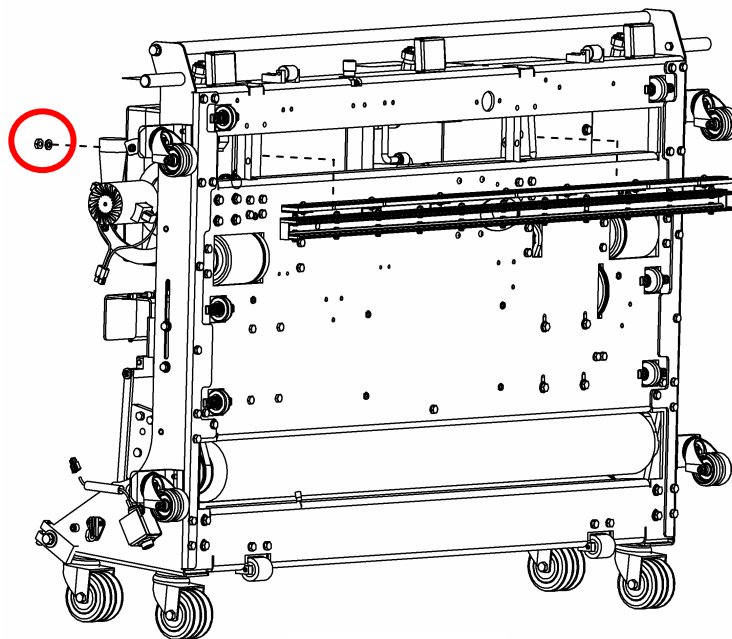

Bild 4-18a
3. Skruva av de två muttrarna och ta av brickorna för att frigöra vakuumhuvudet från den ledade armen och ta bort vakuumhuvudet från maskinens **undersida** som bild 4-18a visar.